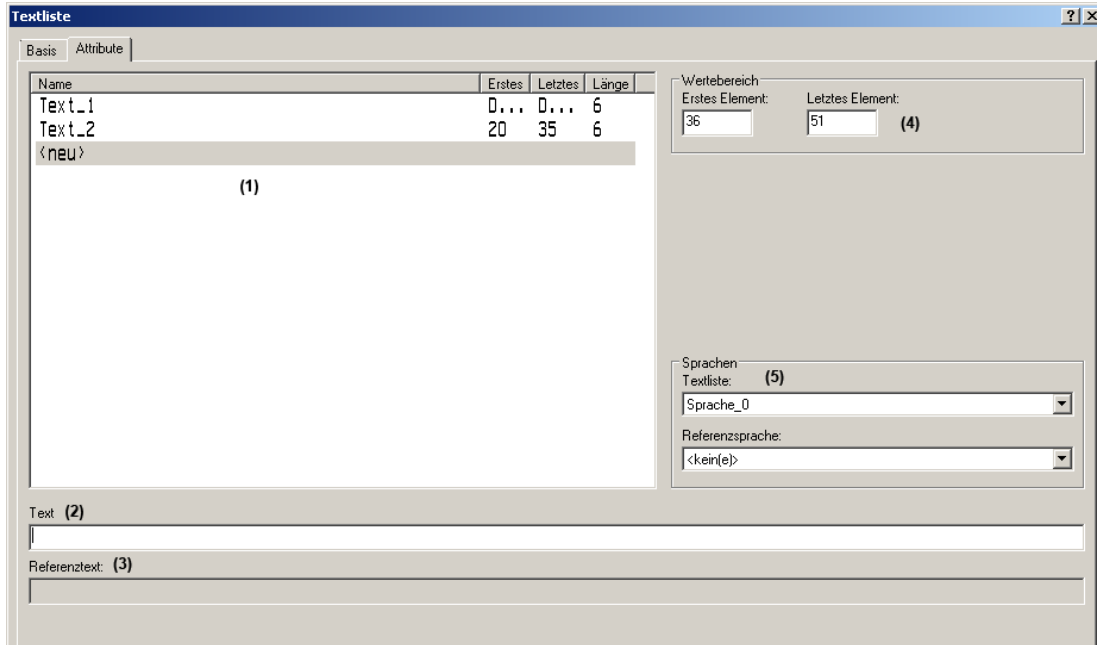

Abb. 6.36: Dialog "Textliste, Attribute"
Der Text wird in die Textliste für "Default" übernommen (siehe erste Zeile in der Abb. 6.36).
Der Text wird in die Textliste mit dem definierten Wert oder Wertebereich übernommen (siehe zweite Zeile in der Abb. 6.36). In die Felder (4) "Erstes Element" und "Letztes Element" wird automatisch der nachfolgende Wertebereich mit der zuletzt angegebenen Länge eingetragen.